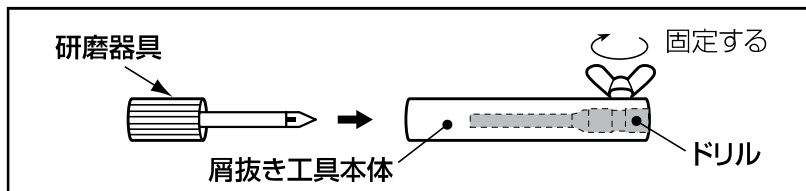

図43
- 1.ドリルを屑抜き工具に挿入して、ドリルの頭と工具の端面が一致した状態で、固定します。 図43 参照
- 2.図43の太矢印の方向より、研磨器具を挿入してください。このとき、研磨器具がドリルの刃先に当たるまで、静かに挿入してください。